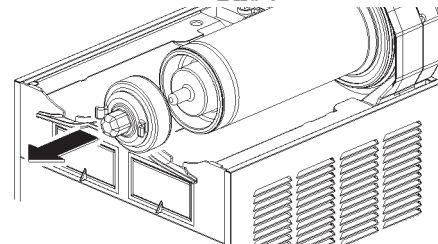

Bild 9
3 Zuerst die äußere (3) und dann die innere Schnecke (Bild 9) aus dem Magnetantrieb.